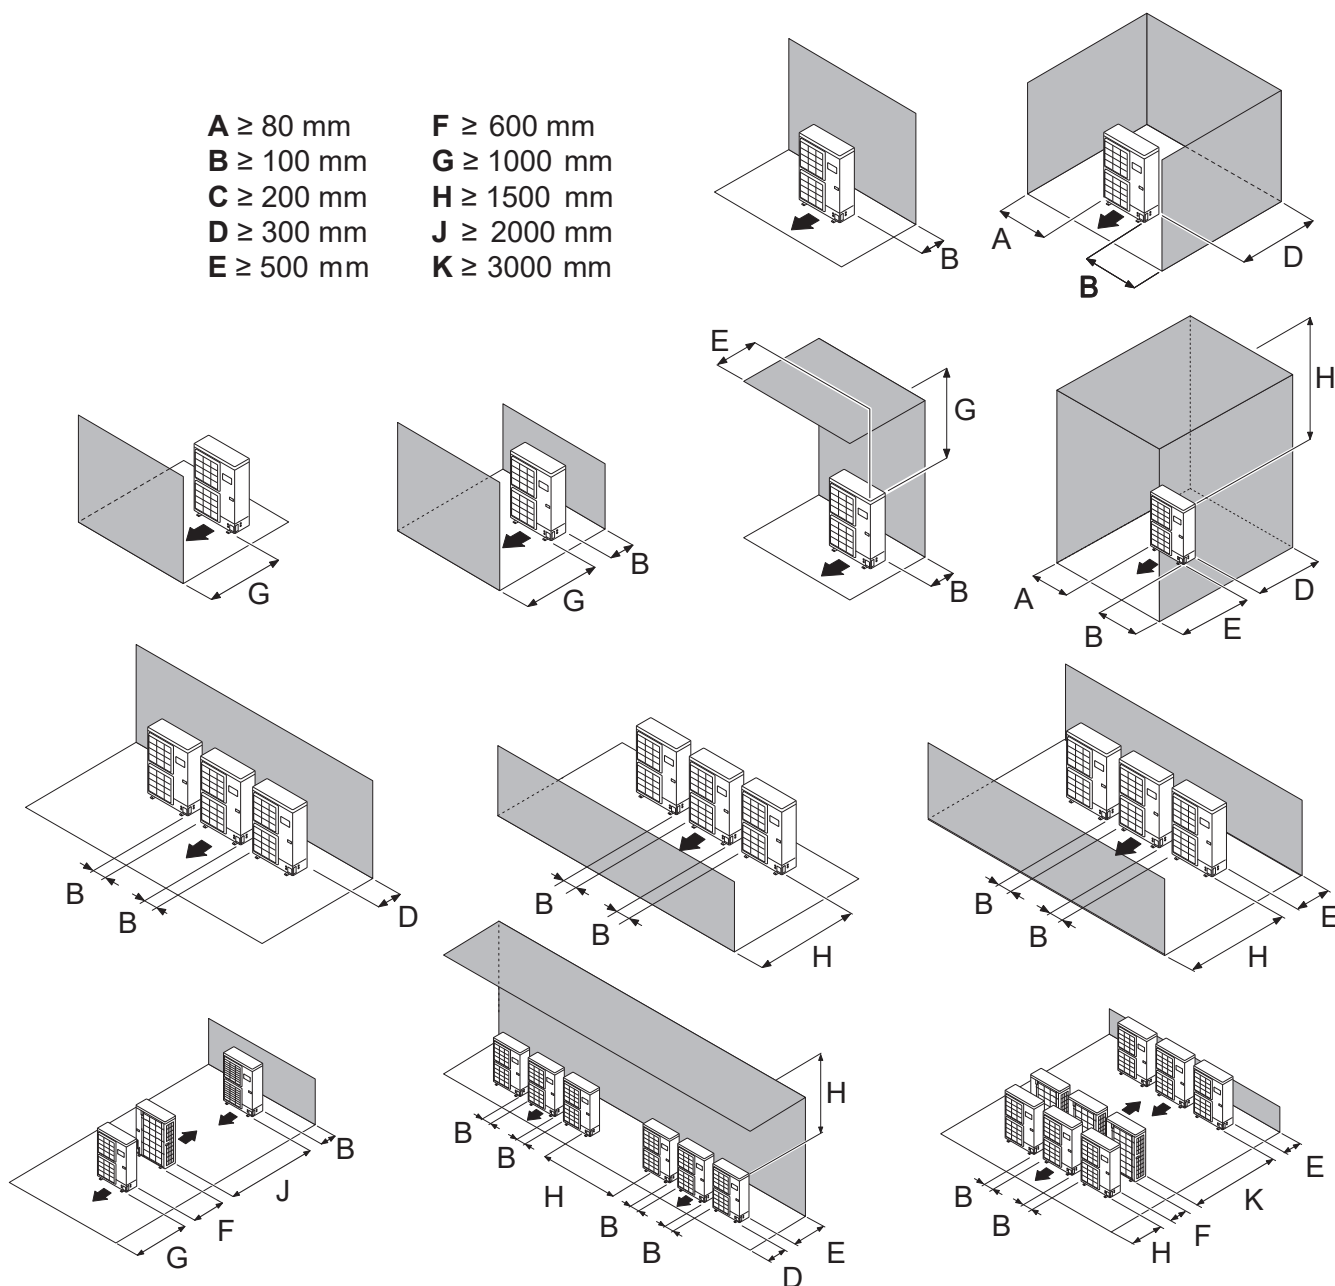

Abb. 13 - Installationsmindestfreiräume um die Außeneinheit (alle Modelle)
- Die Einheit muss für Installations- und spätere Wartungsarbeiten (Abb. 13) problemlos zugänglich sein.
- Die Luftzirkulation durch den Verdampfer und am Ventilatorausgang darf durch nichts behindert werden (Abb. 13).